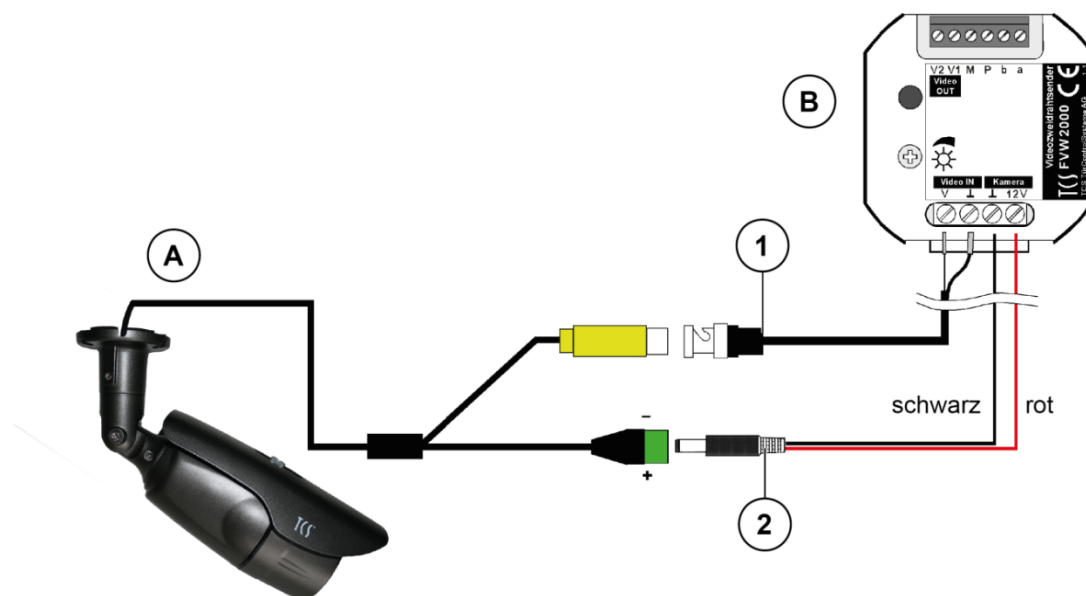

Abb. 3: Kamera mit Videozweidrahtsender verbinden
- ▶ Schließen Sie die Kamera mit dem BNC-Verbindungskabel und dem Kameraversorgungskabel am Videozweidrahtsender FVW2000 an, siehe Abb. 3.